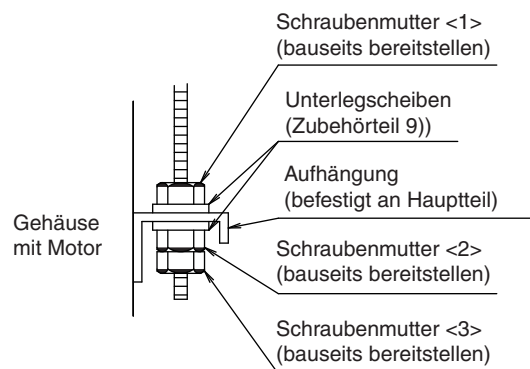
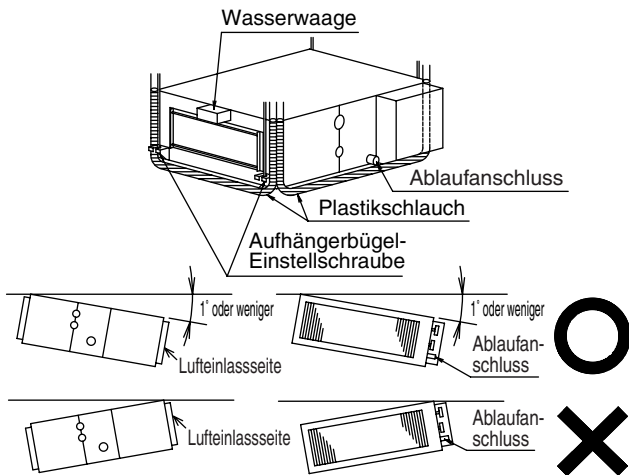

Abb. 4
Abb. 5
- (2) Stellen Sie die Höhe des Geräts mit Hilfe der Muttern <2> ein. (Siehe Abb. 4)
- (3) Sicherstellen, daß das Aggregat eben ist.
- Prüfen Sie mit einer Wasserwaage, dass das Gerät korrekt ausgerichtet ist und eine Neigung (nach unten) von 1° in Richtung Kondenswasserablauf und Lufteinlassseite aufweist. (Siehe Abb. 5)
- (4) Ziehen Sie die oberen und unteren Muttern fest <1>, <3>. (Siehe Abb. 4)